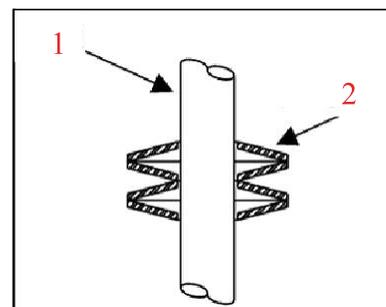

РИС. 3-2. ВЫРАВНИВАНИЕ ПРУЖИННОЙ ШАЙБЫ
3. Закрепите регулируемое основание на детали, установив четыре пружинные шайбы и гайку (см. рис. 3-2). Подтяните гайку на половину оборота вручную с помощью предоставляемого ключа на 3/4.